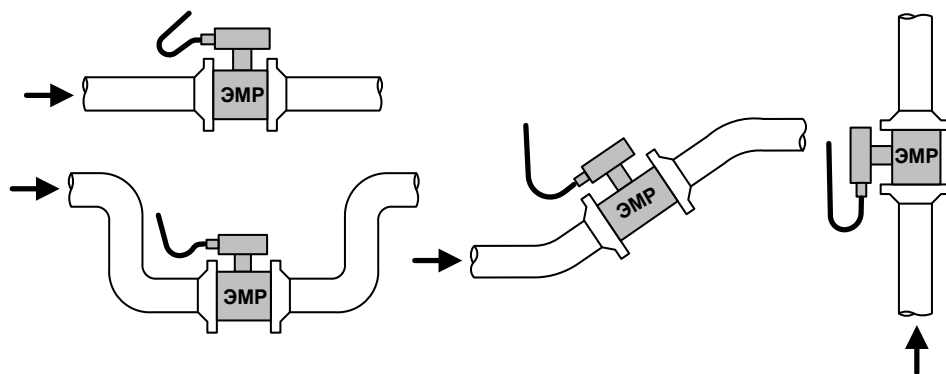
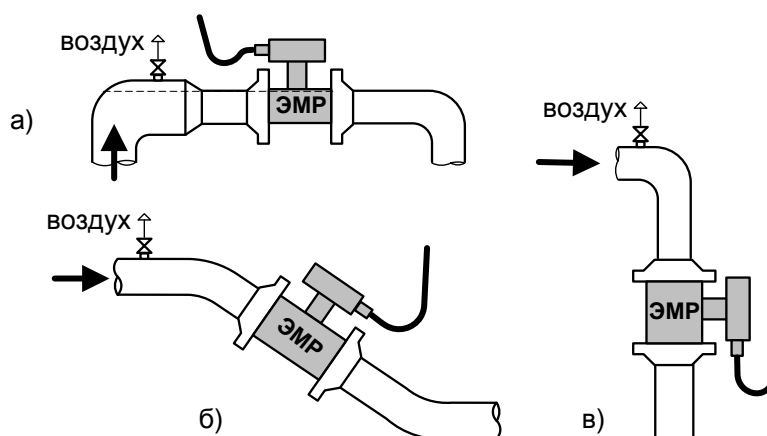

Рис.1. Рекомендуемые места установки ЭМР в трубопроводе.
Рис.2. Установка ЭМР в трубопроводе с воздушным клапаном.
3.2.1. ЭМР допускается монтировать в горизонтальный, наклонный или вертикальный трубопровод с восходящим потоком (рис.1). При этом должны выполняться следующие требования:
3.2.4. В случае невозможности установки расходомера в рекомендуемых местах (рис.1) допускается монтаж прибора в верхней точке трубопровода (рис.2а) или на нисходящем потоке напорных трубопроводов (рис.2б, 2в).